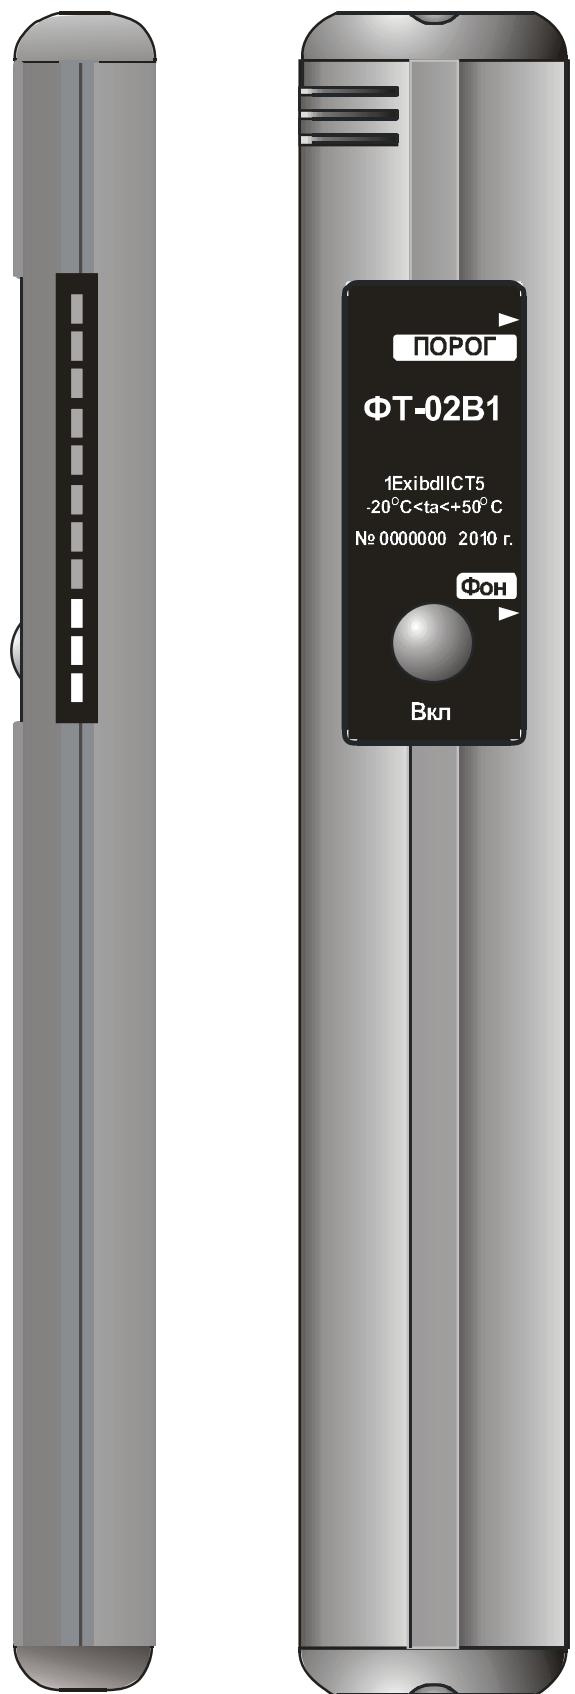

Рисунок 4.1
4.2 Конструктивно индикатор состоит из металлического корпуса с размещенными внутри него платами, отсека питания, блока искрозащиты и полупроводникового сенсора ПГС-1Ex (рисунок 4.1).